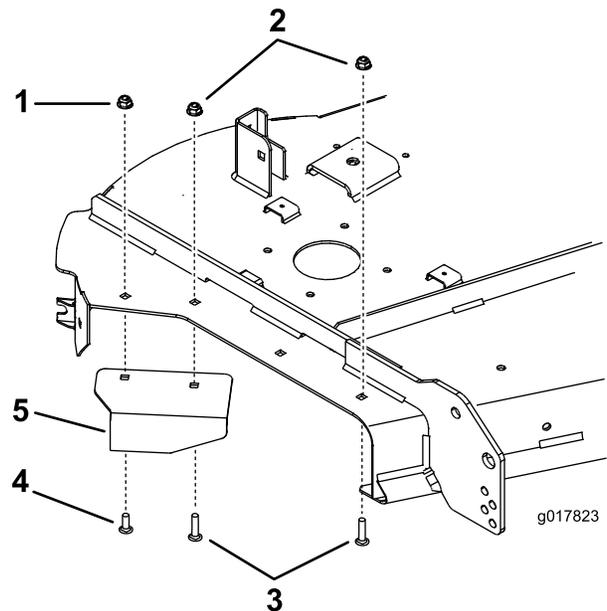

Bild 31
5. Montieren Sie eine Schlossschraube und eine Flanschnutter in das in Bild 31 dargestellte vordere Loch.